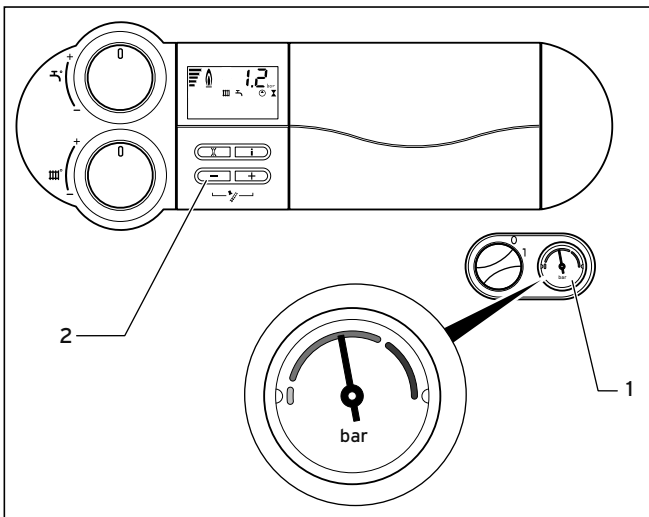

Fig. 4.5 Contrôle de la pression de remplissage de l'installation de chauffage
Pour un fonctionnement irréprochable de l'installation de chauffage, l'aiguille du manomètre (1) doit se situer dans la moitié supérieure de la plage en gris foncé (fig. 4.5) à froid. Cela correspond à une pression de remplissage comprise entre 1,0 et 2,0 bars. Si l'aiguille se trouve dans la zone gris clair, il faudra ajouter de l'eau avant la mise en fonctionnement (→ chap. 4.4.2).